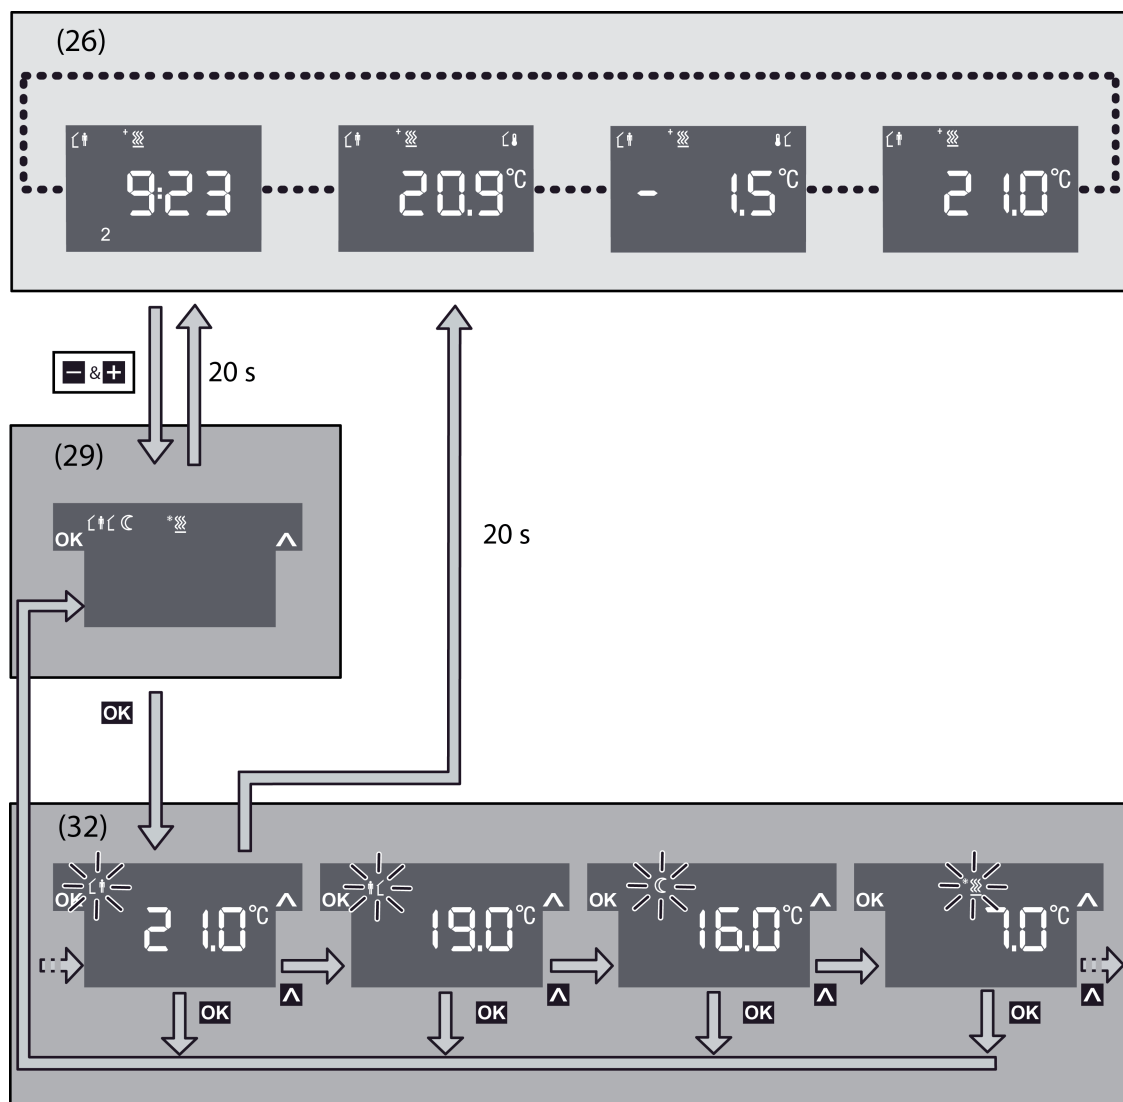

Figure 11: Sous-menu dédié à la commutation du mode de fonctionnement
- La touche d'écran droite ↗ permet de sélectionner l'option de menu pour la commutation du mode de fonctionnement (29) (figure 11).
- i** Dans l'ETS, il est possible de masquer l'option de menu « Commutation du mode de fonctionnement » (29). Dans ce cas, l'option de menu n'est pas visible dans le menu principal.